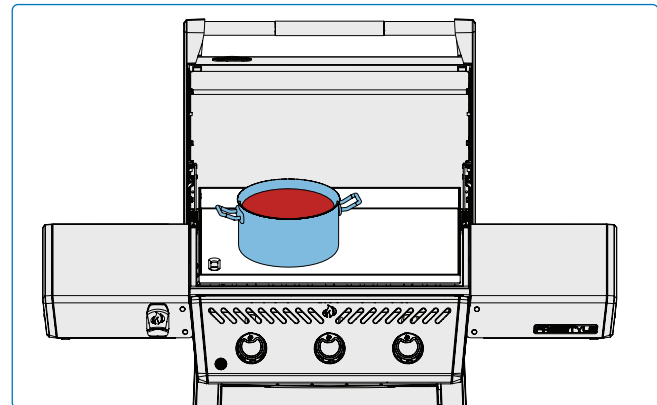

Fig. 10
- Utilisez la plaque de la plancha pour faire fondre ou réchauffer les sauces. Placez les casseroles ou les poêles sur le côté, à feu doux ou moyen. **(Fig. 10)**.